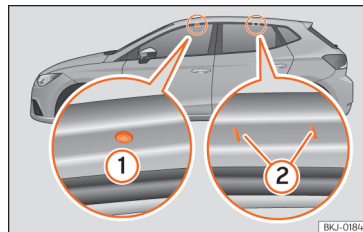

Fig. 142 Pontos de fixação das barras longitudinais para o porta-bagagens de tejadilho.
Os pontos de fixação dianteiros e traseiros ① e ② só se podem ver com as portas abertas >>> Fig. 142.